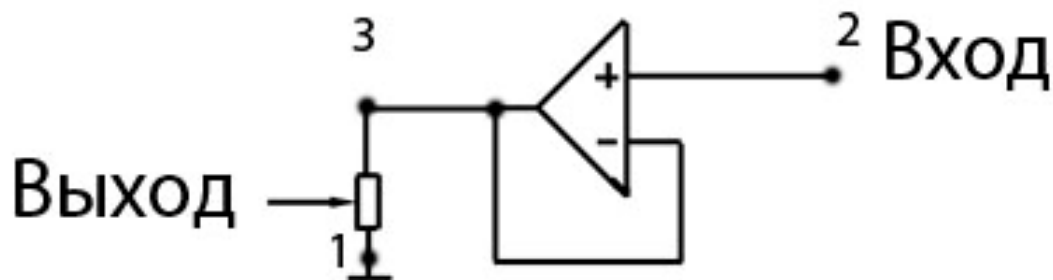

Рис.17 Подключение масштабирующего переменного резистора к контактам повторителя.
6. Для того чтобы правильно обучить таблицу замены, необходимо выходной сигнал штатного расходомера привести к уровню 0-5В. Такое масштабирование можно сделать с помощью переменного резистора номиналом 2.5-10 кОм. Но подключать напрямую к штатному расходомеру переменный резистор нельзя, поскольку показания штатного сигнала будут сильно искажены, и двигатель начнет работать не устойчиво. Для того чтобы избежать этого, в конвертере есть встроенный повторитель на операционном усилителе (см. Рис. 17). Контакты повторителя вход, выход, масса выведены в разъем X1 (см. Рис.1). Таким образом, крайние контакты переменного резистора должны быть подключены к контактам X1.1 и X1.3 конвертера (см. рис.17).